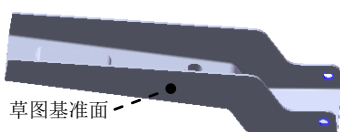

图 16.5.32 切除—拉伸 2
Step6. 创建图 16.5.32 所示的切除—拉伸 2。
(1) 选择命令。选择下拉菜单 **插入(I)** → **切除(C)** → **拉伸(E)...** 命令。
(2) 定义特征的横断面草图。
① 定义草图基准面。选取图 16.5.32 所示的表面作为草图基准面。